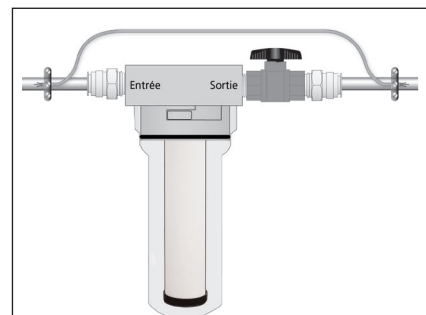
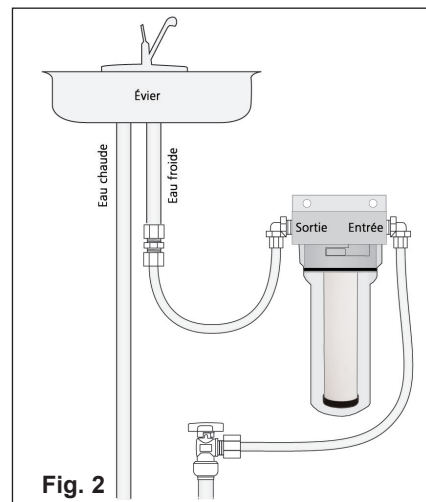

Fig. 1
Fig. 2
Pour une installation sans soudure, utilisez le kit de connecteurs Rainfresh CK1P pour l'installation en ligne (Fig. 1) ou le kit de connecteurs CK3 pour l'installation sous l'évier (Fig. 2) [vendu séparément].
2. Installez le filtre en utilisant un nécessaire Rainfresh CK1P pour une installation sur la conduite (Fig. 1), un nécessaire CK3 pour une installation sous l'évier (Fig. 2), ou des raccords de plomberie standard ; assurez-vous que l'eau circule dans la bonne direction.
3. Tournez le boîtier (520) 1/8 de tour en sens antihoraire et retirez-le de la tête de filtre (501). Déballez la cartouche 1M. Le filtre est livré avec un adaptateur (2560P) qui est vissé sur la cartouche en céramique et en facilite l'installation sur la tête de filtre. Réinstallez le boîtier en alignant les rainures du boîtier avec les ergots de la tête de filtre et en poussant le boîtier vers le haut. Tournez le boîtier de 1/8 de tour en sens horaire pour le bloquer en place.